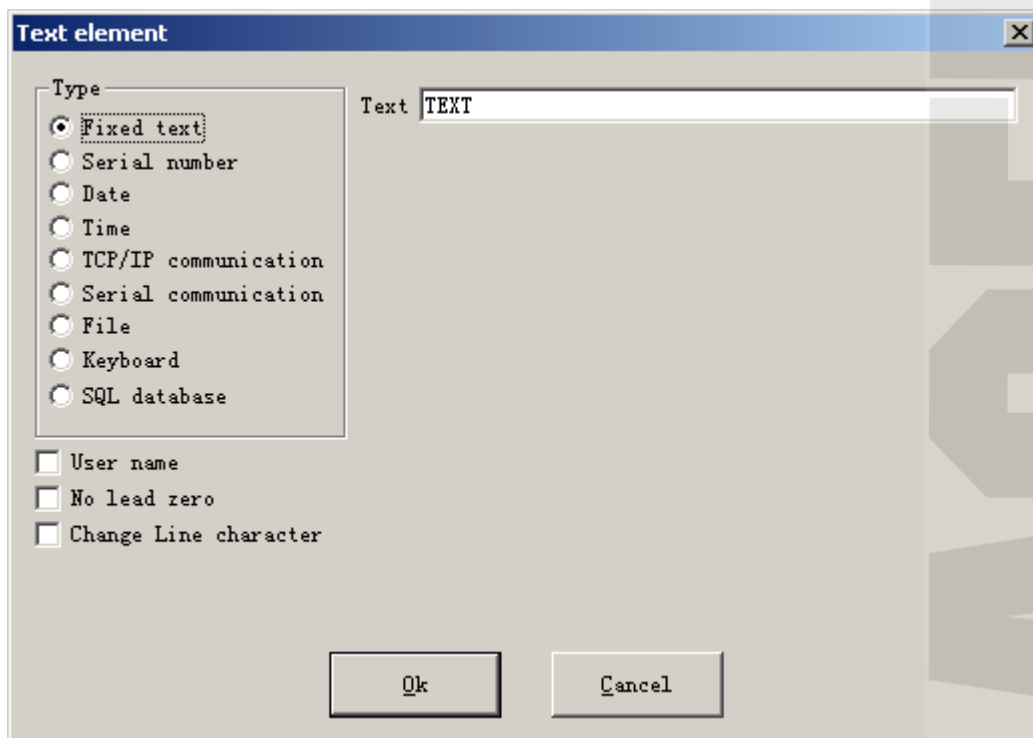

Рис. 4-32. Окно диалога текстовых элементов.
При нажатии пользователем "increases" (расширить), система отобразит диалоговое окно как показано на Рис. 4-32.
- 2) Выберите текстовый объект, выделите опцию «разрешение изменяемого текста», нажмите кнопку «increase» (расширить), система развернет окно диалога, как на Рис. 4-32, выберите коммуникацию TCP/IP, установите сетевые параметры интерфейса, параметр адреса IP устанавливается как IP сервера, здесь это: 192.168.0.1; установите параметры порта для использования его номера в коммуникации, в данном случае: 1000, сетевой параметр интерфейса должен быть тождественен с компьютером сервера, иначе это приведет к невозможности коммуникаций.